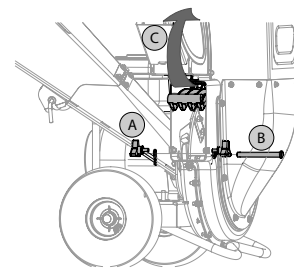

Figura 7
2. Si está instalada, retire la bolsa de residuos. Saque las dos perillas mariposa de ambos lados del deflector del canal y gírelo hacia arriba. Vea A en Figura 7.
3. Saque el broche de horquilla del pasador de horquilla que se extiende a través de la caja del motor y de la pantalla de la trituradora. Vea B en Figura 7. Saque el pasador de horquilla.
4. Pivote hacia arriba la pantalla de la trituradora. Vea C en Figura 7. Limpie los alrededores barriendo los residuos.
1. Saque el broche de horquilla del pasador de horquilla que se extiende a través de la caja del motor y de la pantalla de la trituradora. Vea B en Figura 7. Saque el pasador de horquilla.
2. Pivote hacia arriba la pantalla de la trituradora. Vea C en Figura 7. Limpie los alrededores barriendo los residuos.